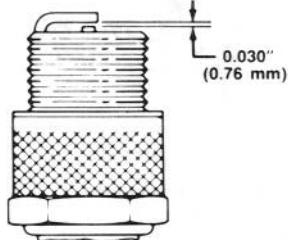

Figure 29
REEMPLACEMENT DE LA BOUGIE D'ALLUMAGE (fig. 29)
3. Régler l'écartement entre les électrodes de la nouvelle bougie d'allumage à 0,76 mm (fig. 29). Puis, posez la bougie sur la culasse. Serrez la bougie à 20,4 N.m. En l'absence de clé dynamométrique, serrez la bougie complètement.